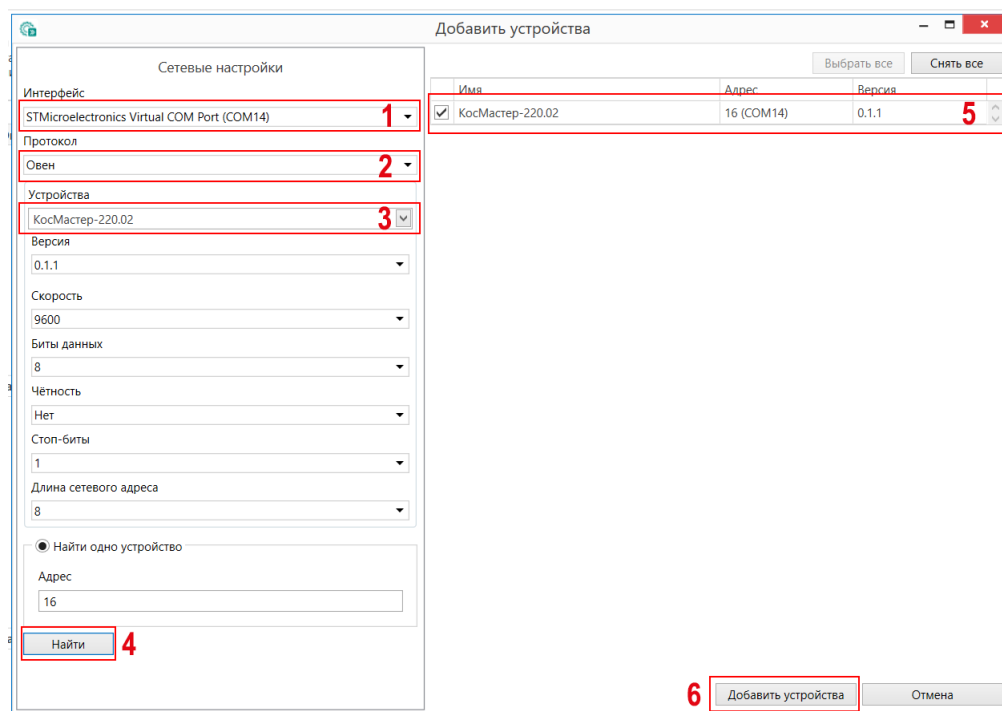

Рисунок 11.1 – Настройки связи с устройством
6. Выбрать интерфейс «Устройство с последовательным интерфейсом USB» (см. рисунок 11.1, 1). Номер COM порта, присвоенный прибору можно узнать в Диспетчере устройств Windows.
7. Выбрать протокол **ОВЕН** (см. рисунок 11.1, 2).
8. Выбрать устройство (рисунок 11.1, 3). Модификация прибора указана на боковой стороне прибора.
9. Выбрать «Найти одно устройство», если добавляется один прибор. Запустить поиск нажатием на кнопку «Найти» (см. рисунок 11.1, 4).
10. Выделить найденное устройство (см. рисунок 11.1, 5).
11. Добавить устройство в проект Конфигуратора по нажатию кнопки «Добавить устройства» (см. рисунок 11.1, 6).
Допускается обновление одного или нескольких устройств. Устройства следует выделить в области устройств (см. рисунок 11.1, 5) и выбрать **Обновить устройство** в контекстном меню или главном меню.